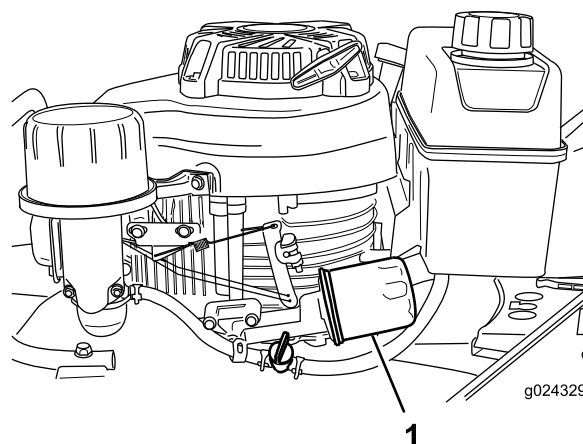

Figure 21
6. Placez un chiffon sous le filtre à huile (Figure 21) pour recueillir l'huile qui peut s'écouler lors de la dépose du filtre.